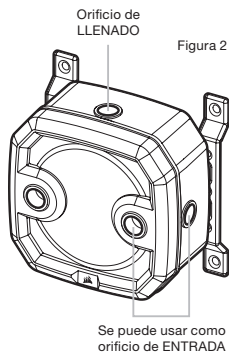

Figura 2
2. Es obligatorio utilizar el puerto frontal izquierdo como puerto de SALIDA y cualquier otro puerto inferior como entrada. El puerto de ENTRADA (retorno) recomendado está marcado en la imagen de abajo. Opcionalmente, también puede utilizar el Puerto superior G1/4 con tubo integrado como línea de ENTRADA (retorno) (Figura 2 y 3).
3. Instale el tapón del sensor de temperatura CORSAIR G1/4 (F) en el puerto G1/4 ubicado en la base de la unidad. No instale el sensor de temperatura en ninguno de los puertos superiores.
4. Cierre los tres (3) puertos restantes abiertos (no utilizados) con los tapones CORSAIR G1/4 incluidos y apriételos con una moneda (Plug Tool) (L). Absténgase de utilizar un destornillador, ya que podría dañar la superficie de los tapones.